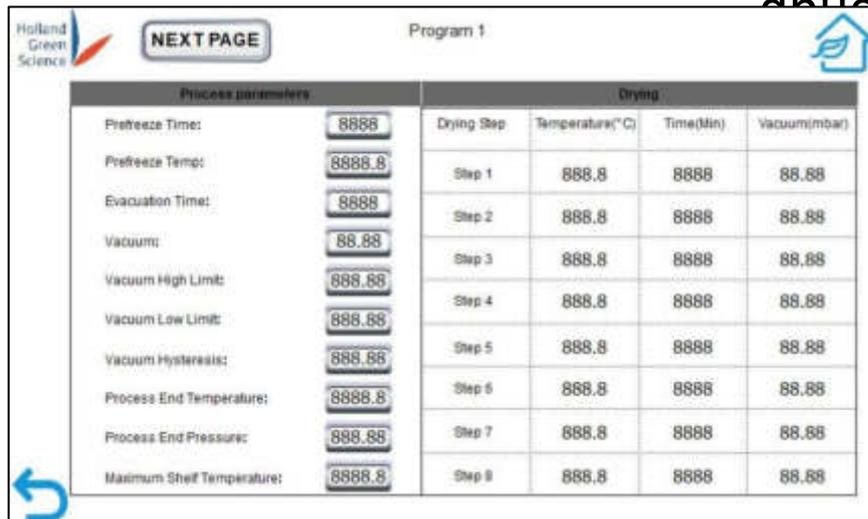
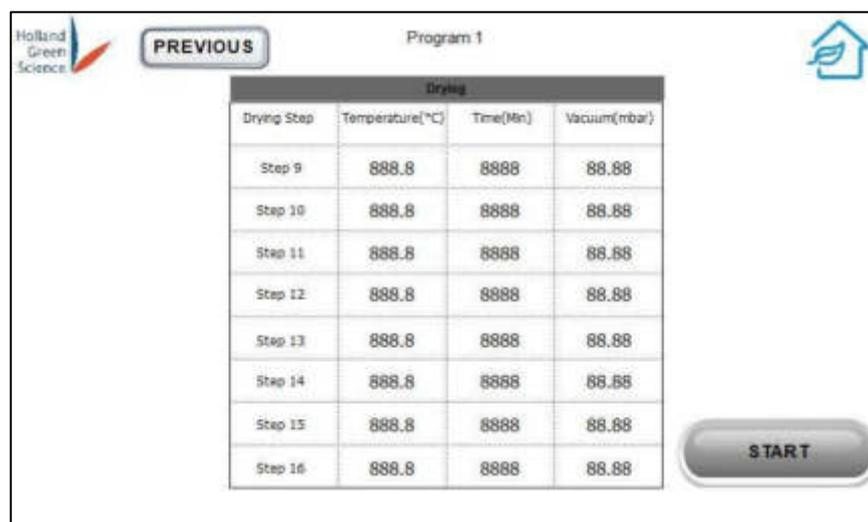

Abbildung 18
Abbildung 19
- Klicken Sie auf einen einzelnen Parameter, um den neuen Wert einzugeben (Abbildung 18, Abbildung 19).
- Hinweis: Zu den Parameterdefinitionen in Abbildung 18 siehe "Abschnitt XI. Erläuterungen zu den Begriffen".